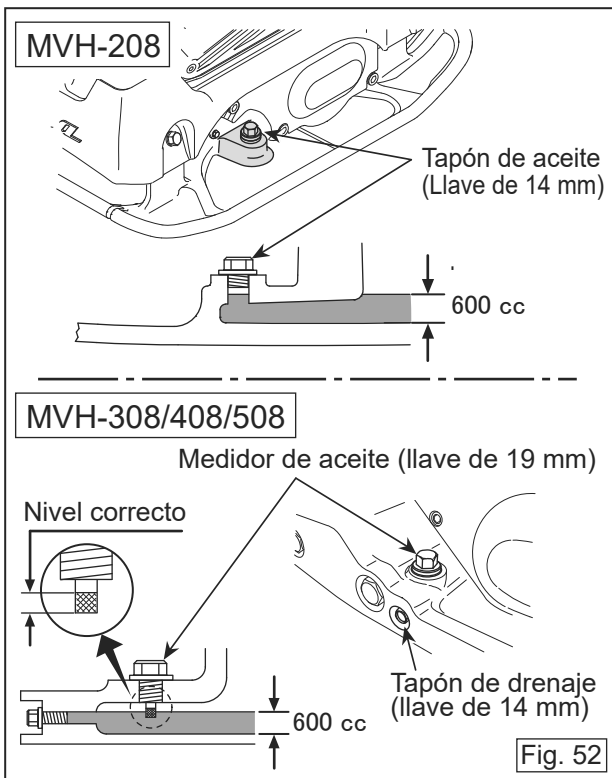

Fig. 52
- Cada 100 horas de funcionamiento, compruebe si el nivel de aceite del vibrador está dentro del intervalo permitido extrayendo el indicador de aceite o el tapón del aceite del vibrador. (Fig. 52)